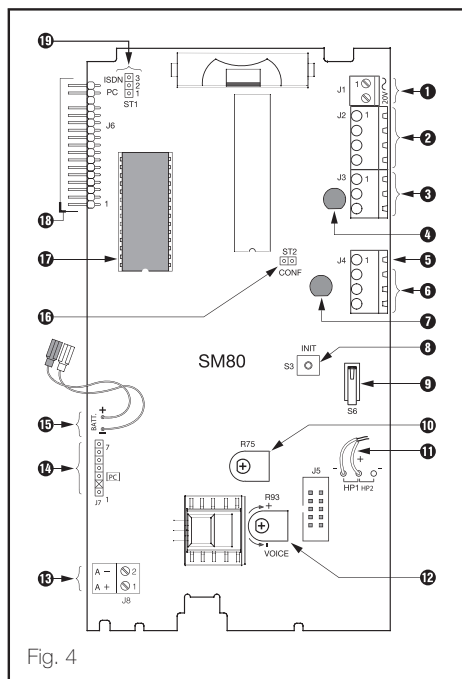

Fig. 4
2.2.1 Carte mère (fig. 4)
- ❶ Raccordement du transformateur, 20 V/ 50 Hz,
- ❷ connexion pour E-Bus (périphériques filaires optionnels),
- ❸ 2 entrées NO ou NF (options filaires),
- ❹ LED d'état du secteur 1,
- ❺ 1 sortie collecteur ouvert, 12 V/ 150 mA (option),
- ❻ 1 relais simple contact inverseur, 24 V/ 2 A (option),
- ❼ LED d'état du secteur 2,
- ❽ Touche d'initialisation,
- ❾ Contact d'auto surveillance,
- ❿ Potentiomètre, réglage usine, ne pas modifier,
Les raccordements sont représentés sur la fig. 4 et sur le schéma de raccordement collé à l'intérieur du couvercle.
3.2 Entrées / Sorties : option borniers (fig. 4) page 6